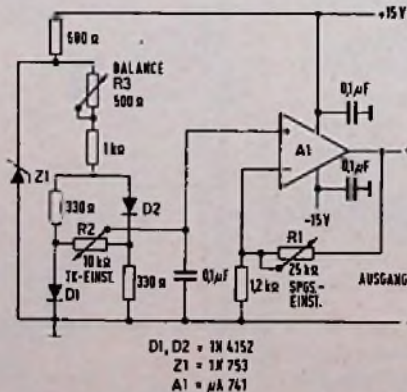

Bild 4. Schaltung einer Referenzspannungsquelle mit TK-Einstellung
Als Quelle (siehe dazu Bild 4) empfiehlt sich eine Schaltung, die es zuläßt, nicht nur die Ausgangsspannung mit dem Potentiometer R1 zwischen 0,7 und 13 V, sondern auch unabhängig davon den Temperaturkoeffizienten (TK) mit dem Potentiometer R2 zwischen $-0,3$ und $+0,3\%/^\circ\text{C}$ kontinuierlich einzustellen. Wenn man mit kleineren Bereichen auskommt, dann ist es möglich, R1 und R2 in Potentiometer und Festwiderstand aufzuteilen. Durch Verwendung von Mehrgang-Potentiometern ist eine hohe Einstell-Auflösung zu erreichen. Zum Justieren muß das Gerät der als Bezug dienenden Umgebungstemperatur ausgesetzt sein. Zunächst R1 und R2 auf Mitte drehen und R3 so lange verändern, bis die Spannung über R2 auf Null sinkt. Dann mit R1 die verlangte Ausgangsspannung und schließlich mit R2 den aufgabenbedingten TK einstellen. Wer sich von der einwandfreien Funktion überzeugen will, kann durch Erwärmen und Kühlen des Gerätes prüfen, ob die Werte den angegebenen Temperaturgang haben. Alle Widerstände und Halbleiter müssen thermisch gekoppelt sein, damit sie Änderungen der Umgebungstemperatur gleichmäßig folgen. Die Schaltung eignet sich auch für negative Ausgangsspannungen, wenn man die Dioden und die Speisespannung - außer für den Operationsverstärker A1 - umpolt. Als Operationsverstärker kommen die meisten handelsüblichen Ausführungen in Betracht. Ihnen läßt sich ein Ausgangsstrom bis zu 10 mA entnehmen. Für größere Ströme ist dem Operationsverstärker ein Leistungstransistor (npn bei positiver, pnp bei negativer Ausgangsspannung) als Emitterfolger nachzuschalten, und